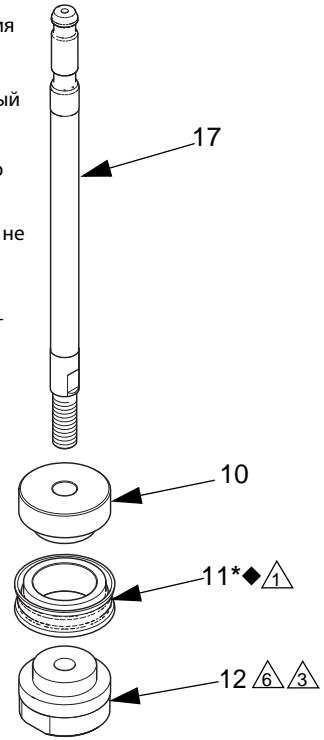

Рис. 3. Разборка или сборка поршня (Только для моделей объемом 750 куб. см)
Только для моделей объемом 750 куб. см: Установите уплотнение поршня (11*◆) на поршень (10). См. Рис. 3, стр. 7.
2. Нанесите фиксатор резьбовых соединений высокой прочности (красный) Loctite® 263 или 2760 на внутреннюю резьбу гайки поршня (12). Закрутите шток (17) через поршень (10) и распорную деталь (40; не применяется на моделях 750 куб. см) в гайку поршня (12). Затяните гайку поршня с усилием 129–135 Н·м (95–100 ft-lb). Перед эксплуатацией необходимо подождать не менее 12 часов, чтобы фиксатор затвердел.